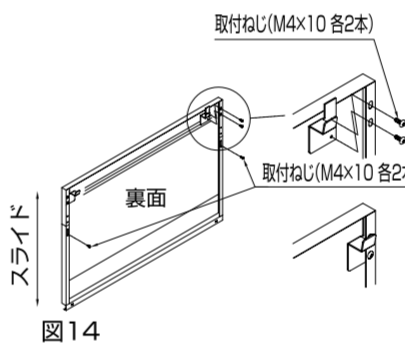

図14
①スライド前幕板裏面のねじ(M4×10)2本を取り外しスライド前幕板をスライドさせます。(図14)
③取付けねじ(M4×10)各2本でスライド前幕板裏面に引っ掛け金具を取り付けてください。(図14)